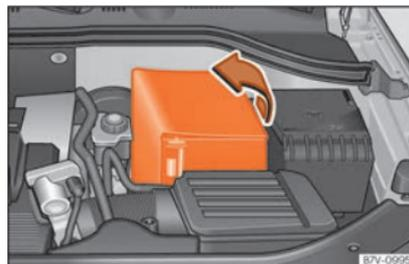

Fig. 299 Dans le compartiment moteur : dégagez le couvercle de la batterie du véhicule.
- En présence d'un cache : retirez le couvercle en le faisant glisser sur un côté » fig. 299.